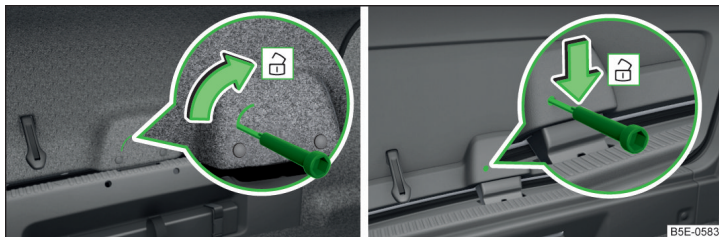

Abb. 346 Klappe entriegeln: Variante 1 / Variante 2
- › In die Aussparung bzw. Öffnung in der Klappenverkleidung » Abb. 346 einen Schraubendreher oder ein ähnliches Werkzeug bis zum Anschlag einführen.